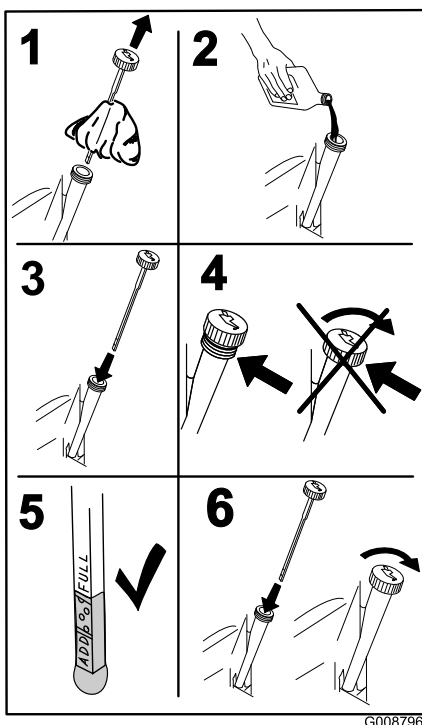

Figura 46
4. Vierta lentamente un 80% aproximadamente del aceite especificado por el tubo de llenado, luego añada lentamente el resto del aceite hasta que llegue a la marca **Full** (Figura 46).